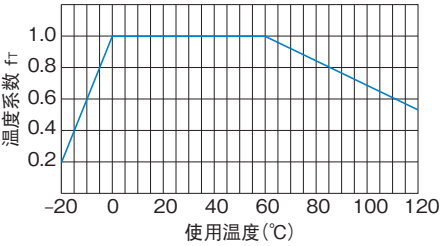

图2 温度系数
如果梯形丝杠的温度超过了常温范围, 梯形丝杠的耐焦化性和材料的强度将会下降。因此, 有必要将动态容许扭矩 (T) 和动态容许推力 (F) 乘以图2中显示的相应温度系数。
- f_t : 温度系数 (参照图2)
- F : 动态容许推力 (N)
- P_F : 轴向载荷 (N)